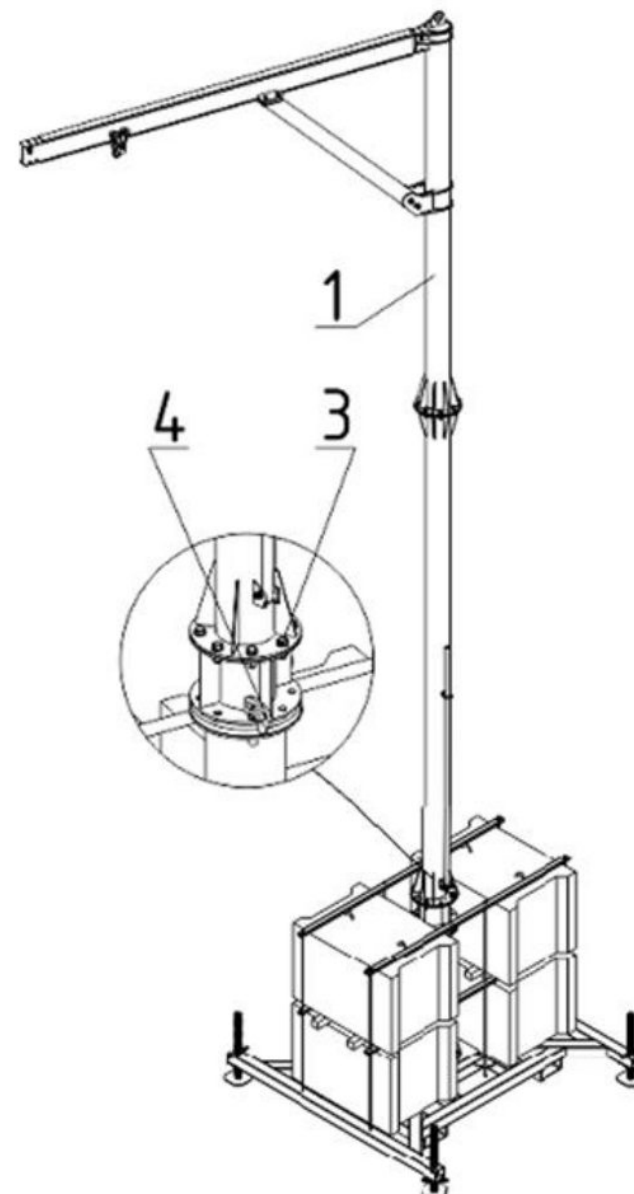

Рис. 3
- 1) Для жесткой фиксации системы в нерабочем положении его необходимо вставить в отверстия длинной стороной сквозь оба фланца (стойки и основания) (рис. 3).